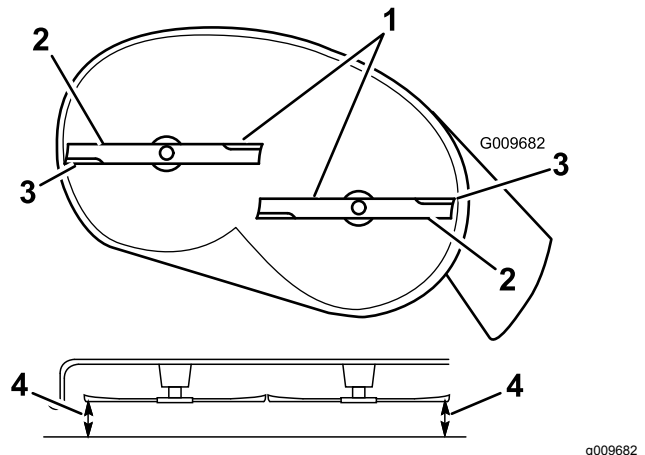
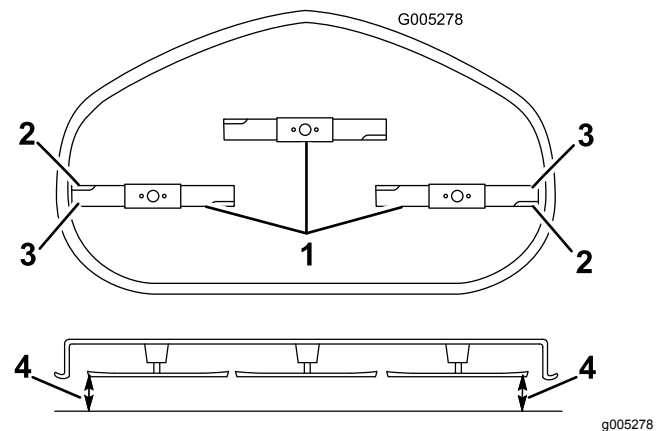

Figure 59
Figure 60
4. Faites pivoter les lames avec précaution pour qu'elles soient toutes parallèles (Figure 59 et Figure 60).
5. Mesurez la distance entre les tranchants extérieurs et le sol plat (Figure 59).